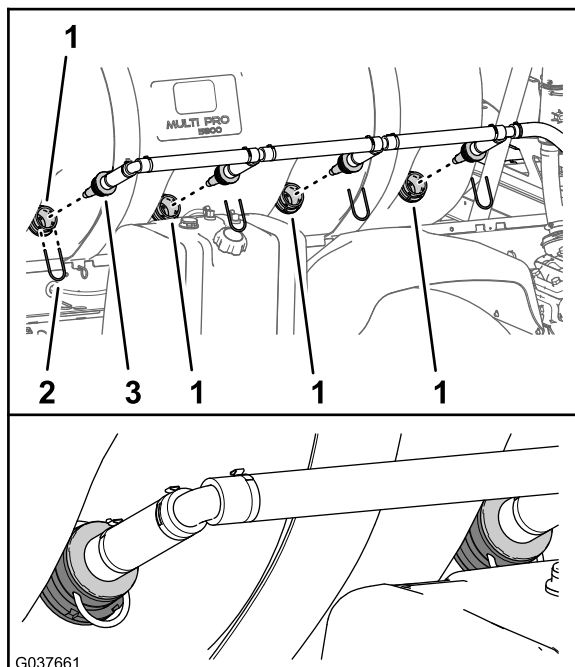

Figura 56
4. Insira os quatro bicos de agitação do conjunto de bicos de agitação nas uniões do anteparo do depósito do pulverizador (Figura 56).